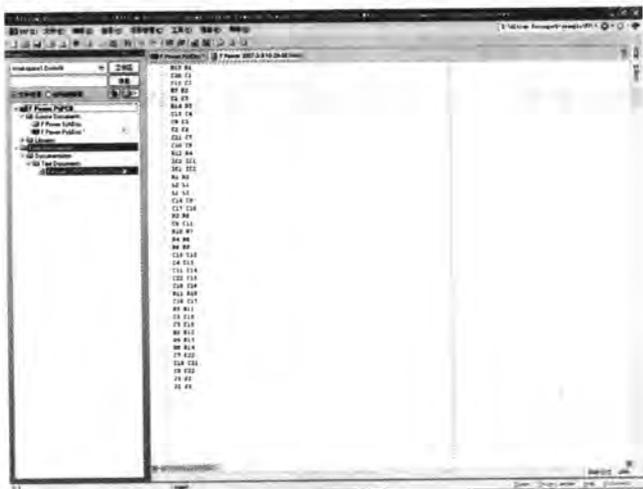

图 11-18 重注释报告
- [3] 选中第 1 种编号方式,单击 按钮后,系统执行重注释操作,自动生成了一个后缀名为“.WAS”的报告文件,作为自由文档加入到【Projects】面板中,并显示在窗口中,如图 11-18 所示,文件中列出了此次操作中被重新标注的元器件的原标志符及新标志符。